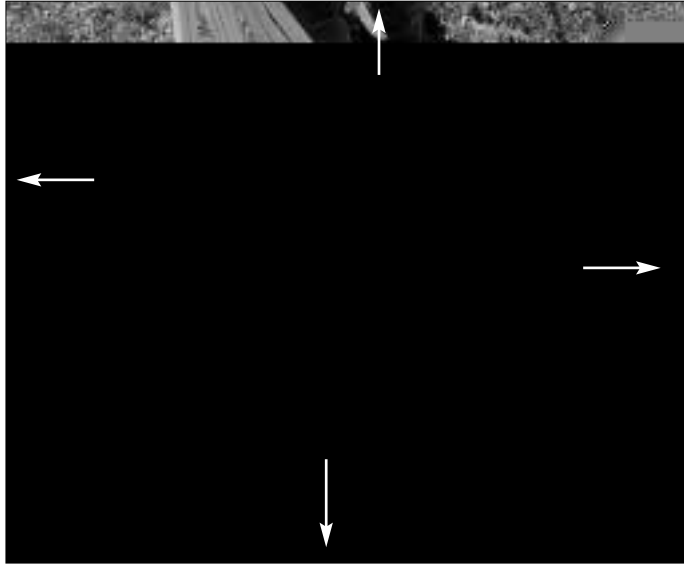

Fig 11
Placez l'ensemble des suspentes sur une épaule, positionnez le glisseur en croix entre la moitié droite et gauche de la voile et entre les groupes de suspentes avant et arrière (Fig 11).
*Shoulder lines as a whole, set the slider in a cross shape between the right and left half canopy and between front and rear lines groups (Fig 11).